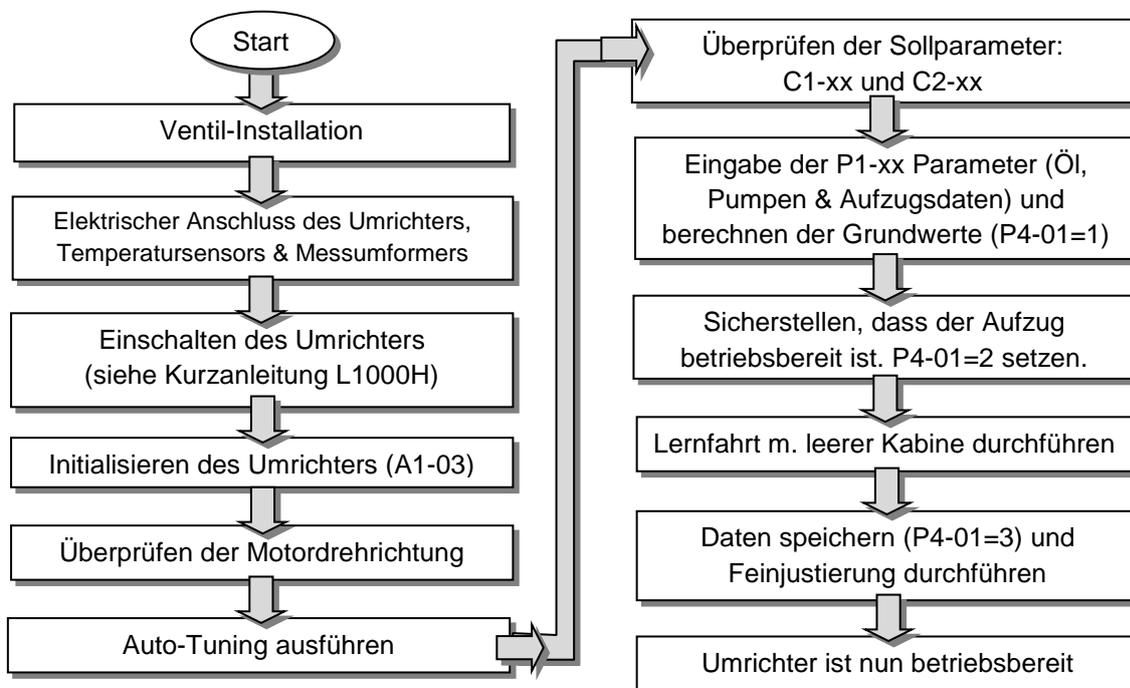

Bild 16: Erste Inbetriebnahme
**Für die beste Motorperformance sollte das *Auto-Tuning mit laufendem Motor* ohne Last durchgeführt werden. Der Ablauf ist in Bild 16 mittels eines Flussdiagramms dargestellt.**